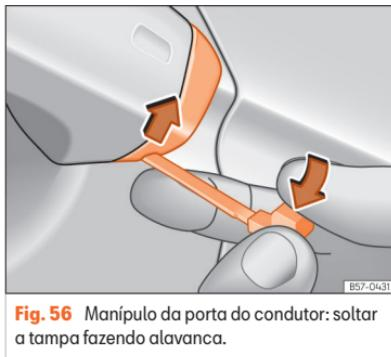

Fig. 56 Manípulo da porta do condutor:
- Introduza a chave de emergência na abertura inferior da tampa do manípulo da porta do condutor e eleve a tampa de baixo para cima **»» Fig. 56.**